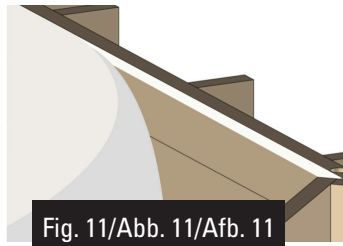

Fig. 11/Abb. 11/Afb. 11
- Entrollen Sie die Decke und richten Sie sie am oberen Rand der oberen Bretter aus (Abb. 11).